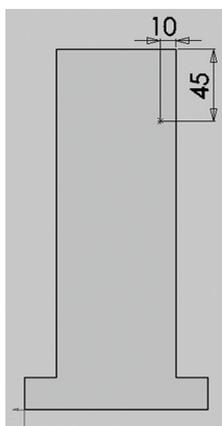

Figura 6.3 – Posicionando o furo
2.5 Posicione o furo conforme as medidas da Figura 6.3.